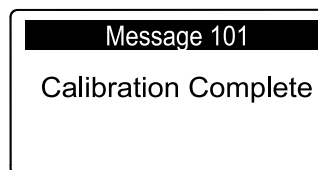

図 70
**注** CALIBRATION COMPLETE (終了メッセージが表示 図 70 され、ヘッドが完全に上昇する。